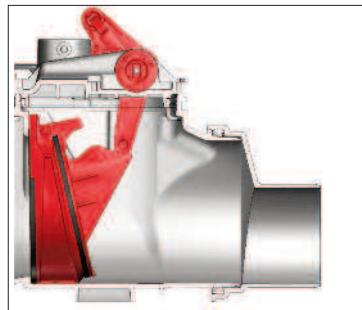

Bild 1
**A. Verriegelungsstellung (Bild 1, vollständig geschlossener Betriebs- und Notverschluss)**